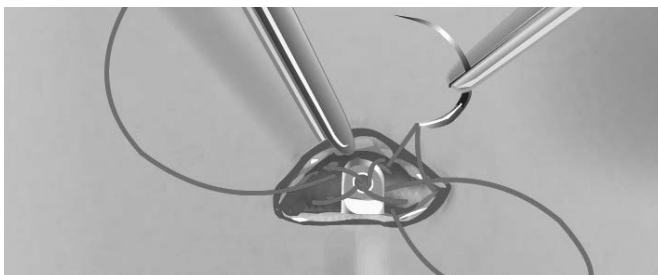

Figura 14: *Fixando a ponta distal do eletrodo*
12. Na incisão superior, prenda o orifício de fixação à fáscia usando seda 2-0 ou um material de sutura não absorvente semelhante (Figura 14).